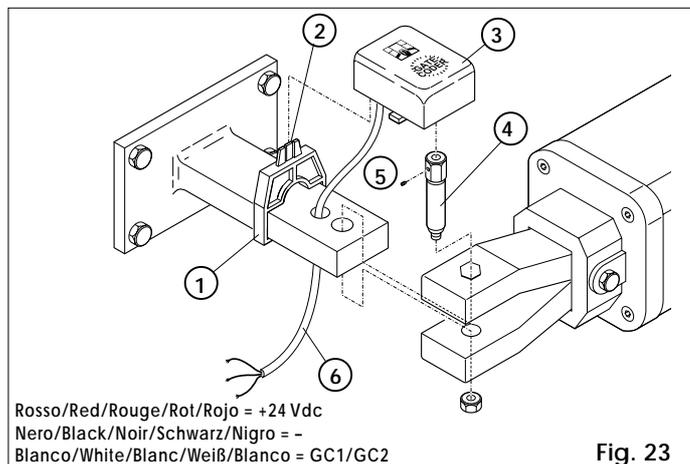

Fig. 23
- praticué sur la patte comme indiqué en figure 23.